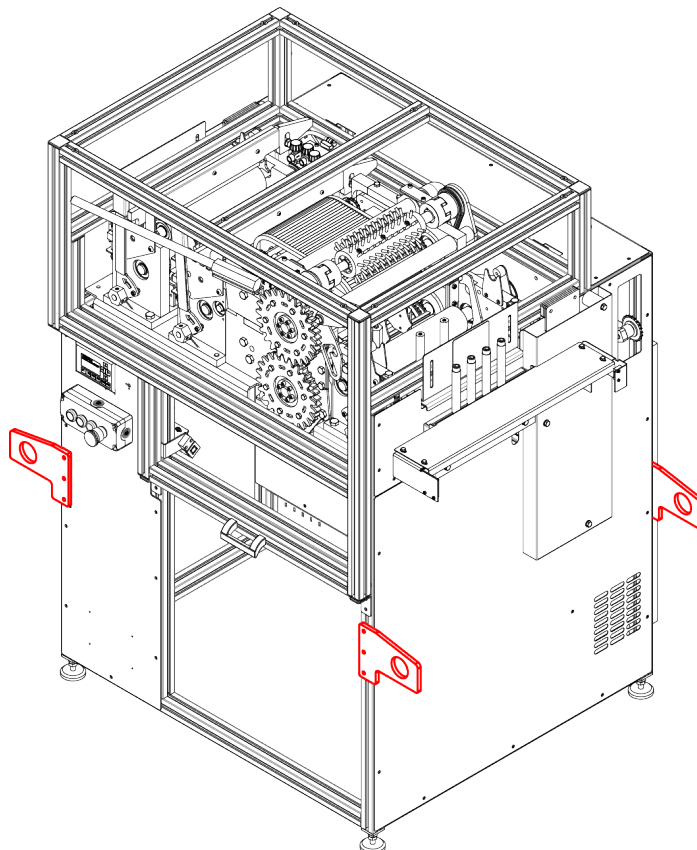

Figura 3.3.1 – Ancoraggi per il sollevamento
- La struttura principale di stiro dispone di 4 ancoraggi da utilizzare per il sollevamento tramite muletto o tramite gru / paranco per mezzo di funi (Figura 3.3.1).